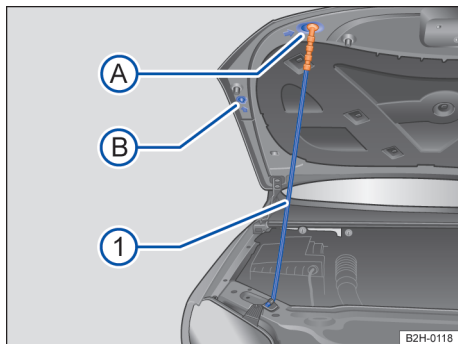

Fig. 172 Fixar a tampa do compartimento do motor com a haste de sustentação.
- Desencaixar a haste de sustentação no punho de cor contrastante, no lado direito do painel dianteiro → Fig. 172 ❶ → ▲.
- Introduzir a haste de sustentação no punho, na fixação → Fig. 172 ❷ A ou ❷ B.